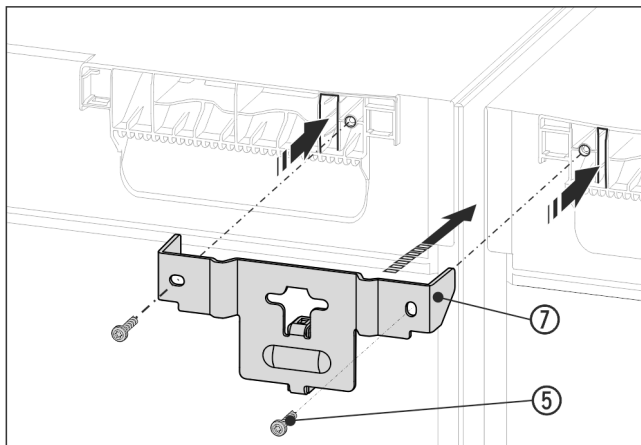

Fig. 16 Näitlik kujutis
- Lükake nurgik Fig. 16 (7) koos distantsdetailiga seadmete vahele ja aasadega seadmelae sisse. Kruvige 2 kruviga Fig. 16 (5) kinni.